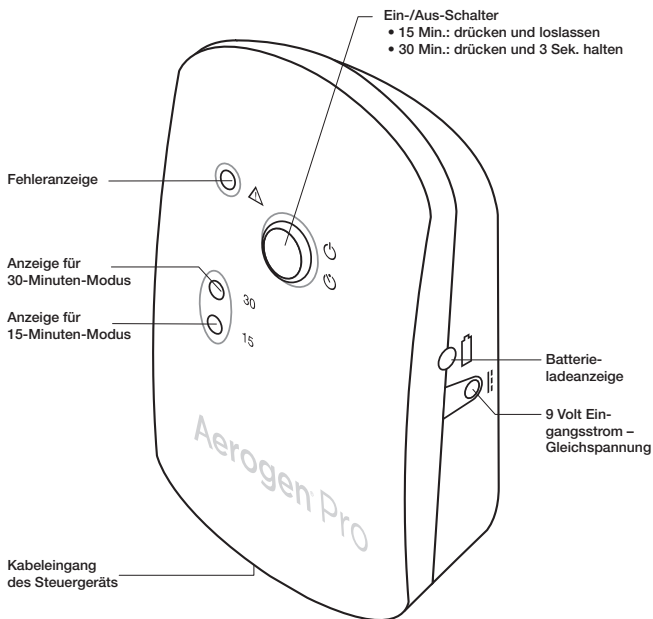

Abbildung 2. Aerogen Pro Bedienelemente und Anzeigen
1. Um einen 15-Minuten-Vernebelungszyklus zu starten, das Medikament einfüllen und den blauen Ein-/Aus-Schalter drücken und gleich wieder loslassen (Abbildung 2). Die grüne 15-Min.-Anzeige leuchtet auf und zeigt damit an, dass der 15-Minuten-Vernebelungszyklus aktiviert wurde.